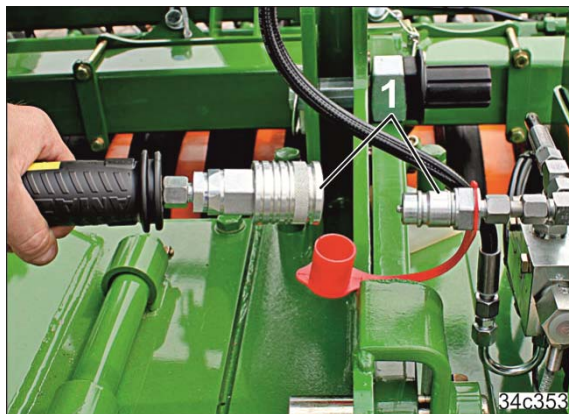

Fig. 134
27. Relier les conduites hydrauliques (Fig. 134/1) (en cas de fixation du traceur sur l'outil de préparation du sol).